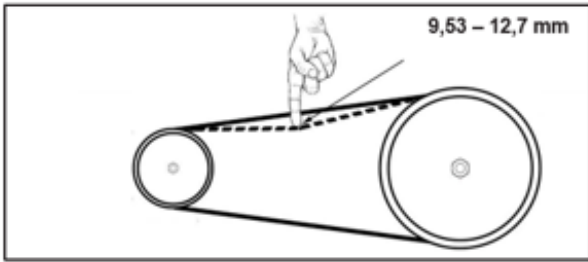

Abb. 60
Diese Bandsäge verfügt über zwei Sägebandgeschwindigkeiten: hohe und niedrige Geschwindigkeit. Siehe Abb. 60. Diese Abbildung befindet sich auch auf der Innenseite der unteren Tür.
3. Spannen Sie den Antriebsriemen so, dass eine Durchbiegung von 9,53 mm bis 12,7 mm möglich ist. Vermeiden Sie eine zu starke Spannung, um Schäden am Riemen, an den Riemenscheiben und am Motor zu verhindern (Abb. 60).